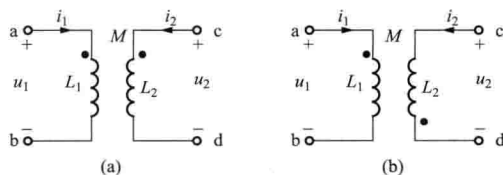

图 1-5 耦合电感模型
3) 耦合电感的伏安关系。耦合电感的模型如图 1-5 所示，设各电感上电压、电流参考方向关联。
① 如果电流从同名端流进（出），如图 1-5（a）所示，则有
② 如果电流从异名端流进（出），如图 1-5（b）所示，则有